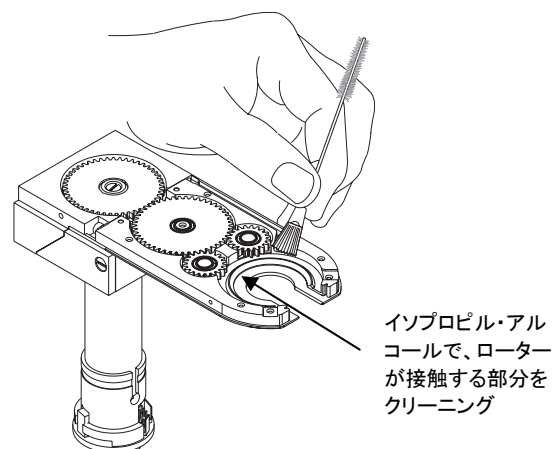

Figure 50 ローター軌道溝をイソプロピル・アルコールでクリーニング
9. ウェルド・ヘッドに付属のナイロン製ブラシを使用して、ギアの歯のクリーニングを行います。**Fig.50** をご参照ください。
10. 綿棒とイソプロピル・アルコールを使用して、ギアの表面のクリーニングを行います。**Fig.50** をご参照ください。